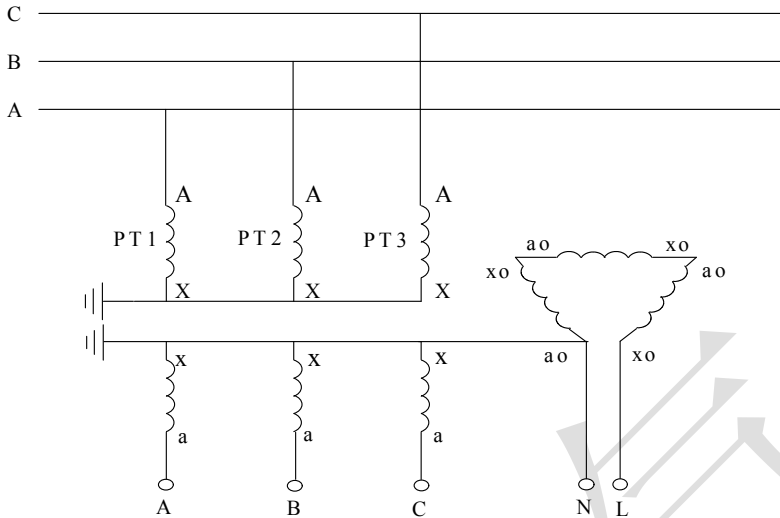
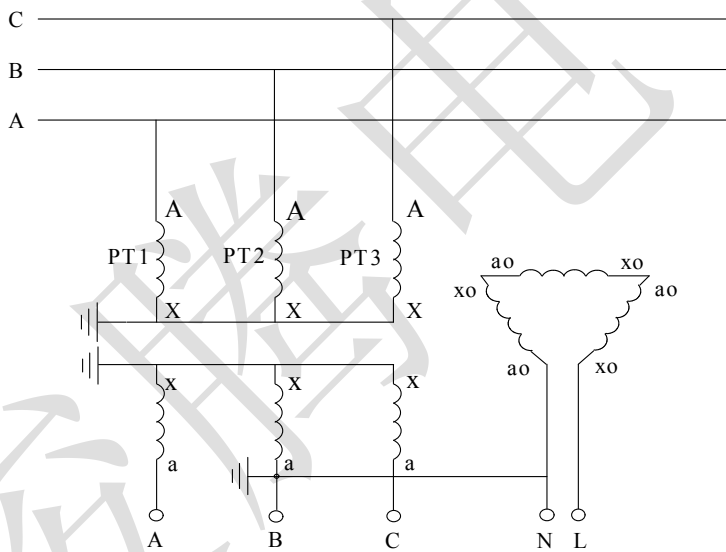
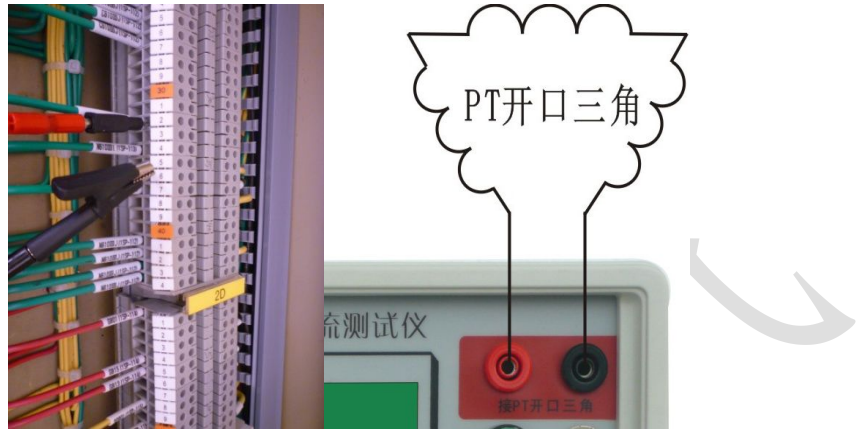

图 4 N 接地方式
图 5 B 相接地方式
图 12 测量接线图
这种接线方式分“N 接地”、“B 相接地”两种，分别如图 4 和图 5 所示。对于这两种方式，均从 N-L 两端注入测试信号。根据所用 PT 的不同，组成开口三角形的二次绕组
图 4、图 5 所示的系统运行方式是从开口三角测量系统容流时所必须的运行方式，而对于一般的配网系统，并不都是处于这样的运行方式下，例如在系统中还接在消弧线圈、PT 高压侧中性点接有高阻消谐器、PT 开口三角接有二次消谐装置等。这时，为了使用 MS-500P 型配网电容电流测试仪进行容性电流的测量，必须将运行方式转换为图 4 或图 5 所示的运行方式。
(5) 如果 PT 二次侧并列运行（很少见），则将其改为单独运行。
(6) 确保将“电容电流测试仪”的电流输出端正确接到图 4 的开口三角 N-L 上。一般在二次的端子编号为 N600 和 L630。为了确保连接正确，可以按下列方法进行
①用万用表分别测量 PT 二次侧三相电压和开口三角电压；
②将三相电压中的最大值减去最小值得到的差和开口三角电压比较，如果两者差不多，就说明找到的开口三角端是正确的；如果两者差别很大，则说明没有正确找到开口三角端。
(7) 例如，测量得到三相电压分别为 61V、60V、59.5V，则正确的开口三角电压应为 1.5V 左右，如果测量得到的开口三角电压仅为 0.2V，说明找到的开口三角端不正确或 PT 开口三角连线已经断开（在现场实测中发现有多个变电站的 PT 开口三角连线断开情况）。
(8) 设置正确的 PT 变比，PT 一般是采用 100/3V 的二次绕组连接成开口三角，但也有特殊的情况，有些变电站的 PT 采用 100V 二次绕组组成开口三角。为了确保选择变比的正确，可以通过测量组成开口三角的各绕组的电压来确定。
2、按图 12 接线，将测试仪的电流输出端与 PT 开口三角端连接，对于 4PT 接线方式的系统，则将仪器的电流输出端与图 4 或图 5 中所示的 N-L 端相连即可。